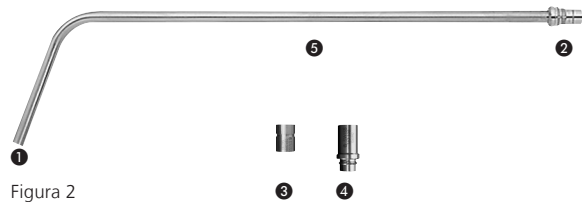

Figura 2
fibră optică murdară	curățați suprafețele fibrelor optice (figura 2, ❶ și ❷). Dacă este nevoie, trimiteți tija de transmisie a luminii SynFrame în service
- Îndepărtați murdăria de pe suprafețele optice (a se vedea figura 2, ❶ și ❷) utilizând vată îmbibată în alcool (etanol 70%) sau o soluție de curățare neutră.
- Îndepărtați reziduurile de pe suprafețele optice (a se vedea figura 2, ❶ și ❷) utilizând vată îmbibată în alcool (etanol 70%) sau o soluție de curățare neutră.
- ❶ Ieșire lumină
- ❷ Conexiune cablu de lumină ACM standard
- ❸ Adaptor pentru Wolf
- ❹ Adaptor pentru Storz
- ❺ Zonă de fixare pentru clemă SynFrame (387.347) și suport pentru dispozitive optice (387.365)
Clemă SynFrame pentru inelele de suport (387.347) și suportul pentru dispozitive optice (387.365), care se folosește pentru a conecta tija de transmisie a luminii la inelul de suport SynFrame (387.336) și semi-inelul SynFrame (387.337), poate fi atașată la tija de transmisie a luminii SynFrame pe întreaga lungime a axului tije de transmisie a luminii (a se vedea figura 2, ❺).